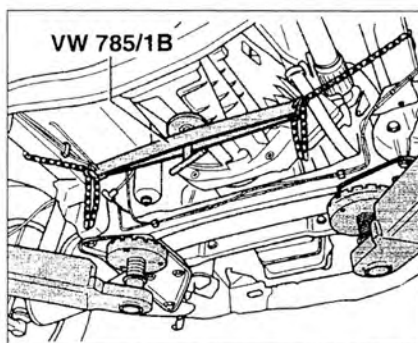

Рис. 4.11. Поднимите коробку передач с помощью устройства VW785/1B.
27. Поднимите коробку передач с помощью устройства VW785/1B (рис. 4.11). Открутите болты крепления двигателя и коробки передач.